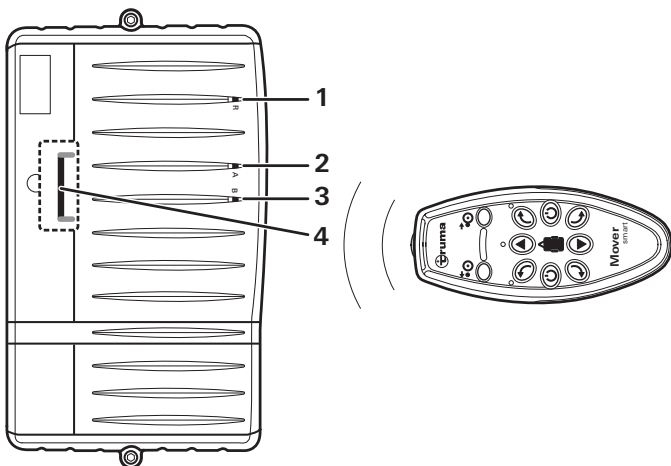

Figure 12
- Appuyez sur la touche de réinitialisation (Figure 12 - 1) sur la commande avec un objet fin.
i A cet effet, une goupille cassable se trouve sous le couvercle de l'unité de commande (Figure 12 - 4). Ranger ensuite la goupille dans un endroit approprié.
Les LED verte (Figure 12 - 2) et rouge (Figure 12 - 3) sur la commande clignotent en alternance.